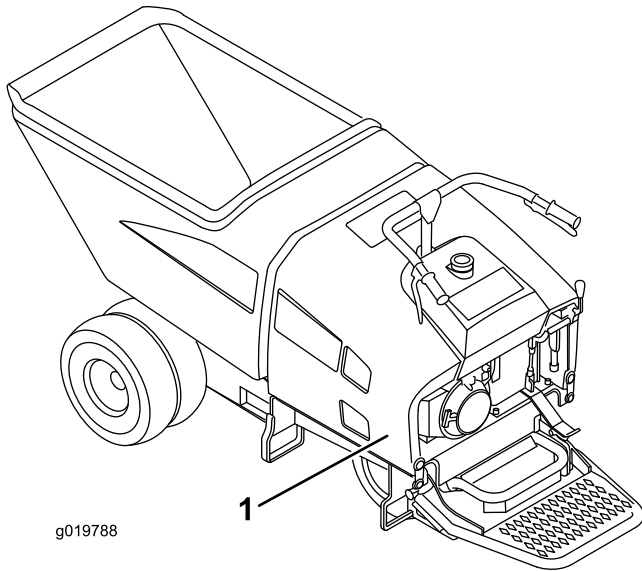

Figura 17
1. Antes de retirar la cubierta (Figura 17), pare el motor y deje que el motor se enfríe.